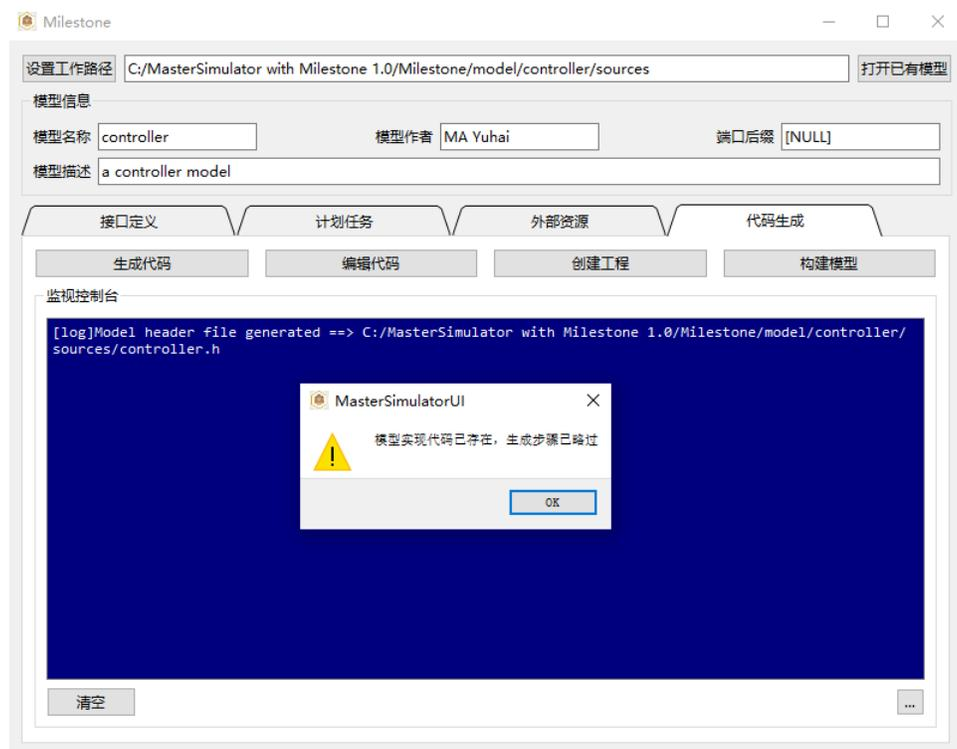

图 4.8: 生成代码
- 点击上方标签页，切换至“代码生成”。点击“生成代码”将在当前工作路径生成模型的头文件和源文件模板，对于打开的已有模型，仅更新头文件，不会覆盖已经实现的模型源文件，并给出提示，如图 4.8。